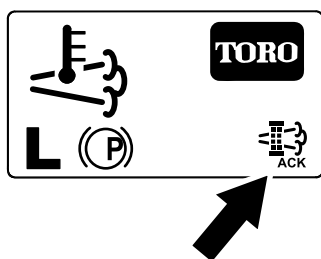

Figura 95
- El InfoCenter muestra la página de inicio y el icono de reconocimiento de regeneración (Figura 95) aparece en la esquina inferior derecha de la pantalla mientras se procesa la regeneración.